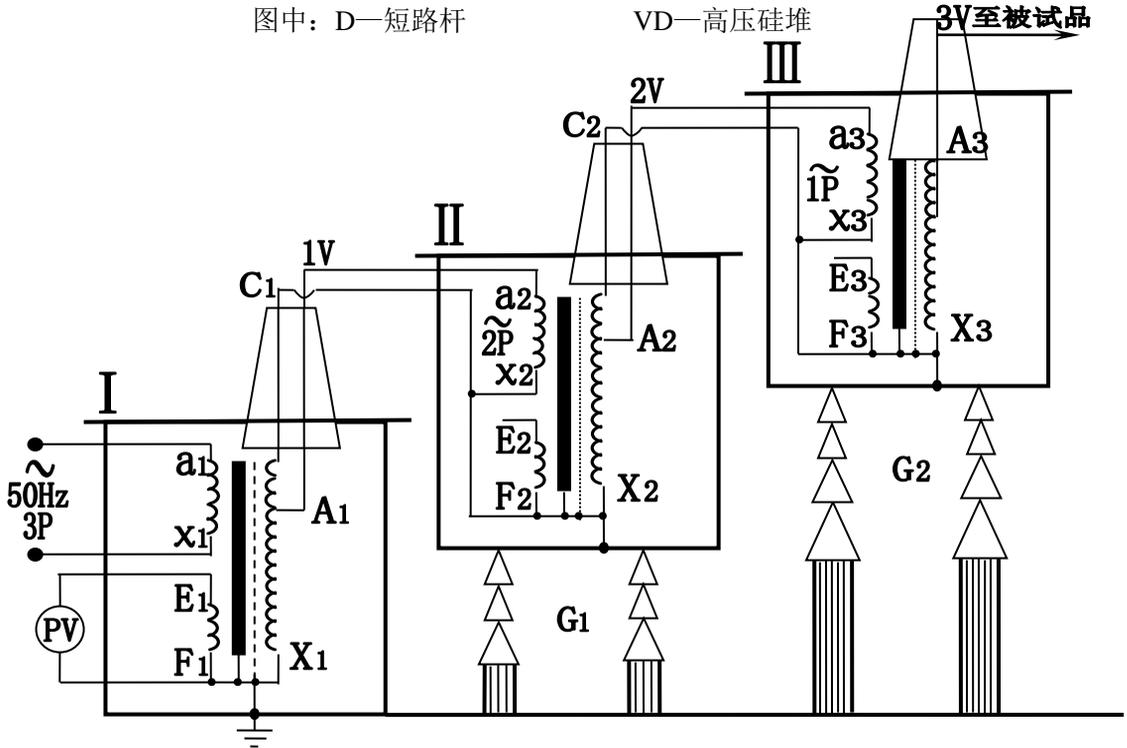

图 5：三台油浸式试验变压器串联接线原理图
- 3、三台油浸式试验变压器串联获得更高电压的接线原理见图 5。串联油浸式试验变压器有很大的优越性，因为整个试验装置由几台单台油浸式试验变压器组成，单台油浸式试验变压器容量小、电压低、重量轻，便于运输和安装。它既然可串接成高出几倍的单台油浸式试验变压器输出电压组合使用，又可分开成几套单台油浸式试验变压器单独使用。整套装置投资小，经济实惠。图 5 中，在第一级和第二级的每个单元油浸式试验变压器中都有一个励磁绕组 A1、C1 和 A2、C2。在三台串联油浸式试验变压器基本原理中，低压电源加在油浸式试验变压器 I 的初级绕组 a1x1 上，单台油浸式试验变压器 I、II、III 的输出电压都是 V。励磁绕组 A1、C1 给第二级油浸式试验变压器 II 的初级绕组供电；第二级油浸式试验变压器 II 的励磁绕组 A2、C2 给第三级油浸式试验变压器 III 的初级绕组供电。第二级油浸式试验变压器 II 和第三级油浸式试验变压器 III 的箱体分别处在对地为 1V 和 2V 的高电位上，所以箱体对地是绝缘的，油浸式试验变压器 I 的箱体是接地的。这样第一级、第二级、第三级油浸式试验变压器对地的额定输出电压分别为 1V、2V、3V；其额定容量分别为 3P、2P、1P。